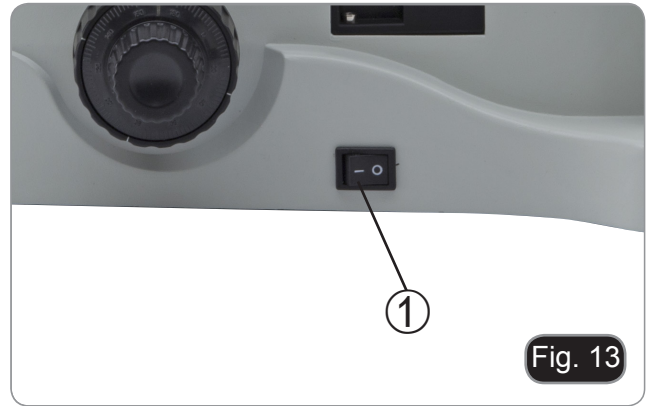

Fig. 13
1. Stellen Sie den Hauptschalter ① auf "O" (OFF), bevor Sie das Netzkabel anschließen. (Fig.13)